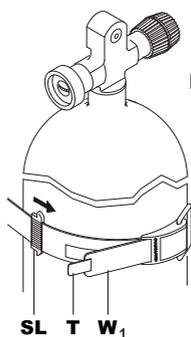
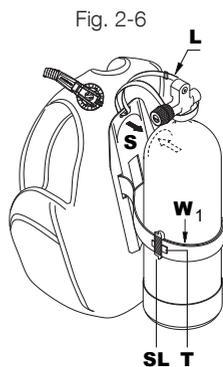

Fig. 2-5
Fig. 2-6
2. Hvis BC har en hård bagplade, skal du placere bagpladens hulrum (S) på tankens skulder (fig. 2-6) og derefter fastgøre stroppen (fig. 2-5 og 2-7) på hurtigudløsningsbåndet (W1) omkring tanken.
3. Luk spændet (C) (fig. 2 – 7). Hvis stroppen er for stram eller for løs, skal du åbne krog- og løkkestroppen og spændet for at justere længden af stroppen (fig. 2-5) på hurtigudløsningsbæltet (W1). For ekstra sikkerhed, skub løkken (SL) (fig. 2-5) rundt om stroppens ende (T). I BC'er med en hård bagplade, med tanken monteret på BC kan du løfte hele enheden ved hjælp af håndtaget integreret i bagpladen.